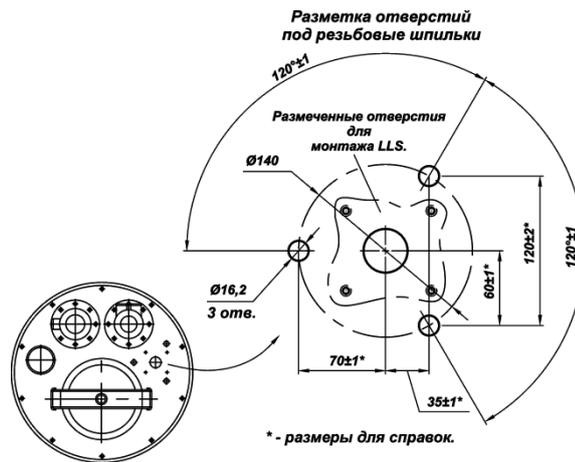

Рисунок 48
3. Просверлить отверстия под резьбовые шпильки DIN 975 согласно рисунку (Рисунок 48). Приведенные размеры носят рекомендательный характер и зависят от конкретного конструктивного исполнения крышки заливной горловины.